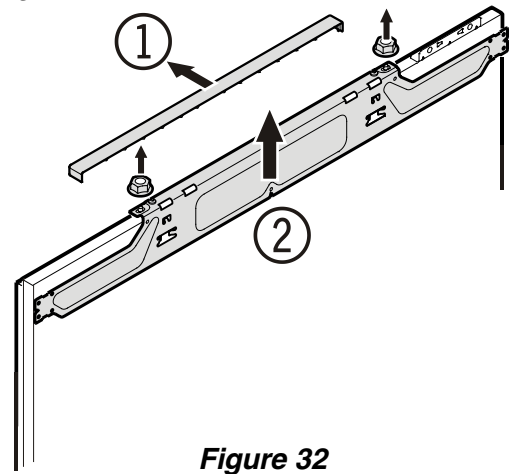

Figure 32
**Avant le montage des panneaux de porte - Figures 32, 33**